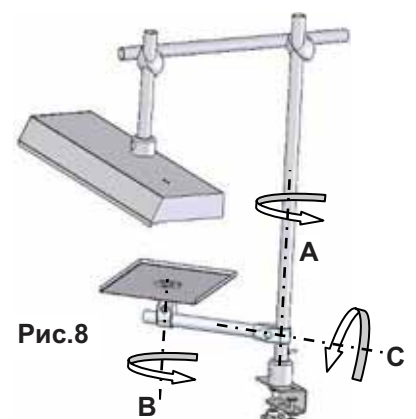

Рис.8
- возможность крепления регулируемой ПОДСТАВКИ 1.0 (поставка по дополнительной заявке) к трубе-стойке **ЛЮКС**, рис.8.